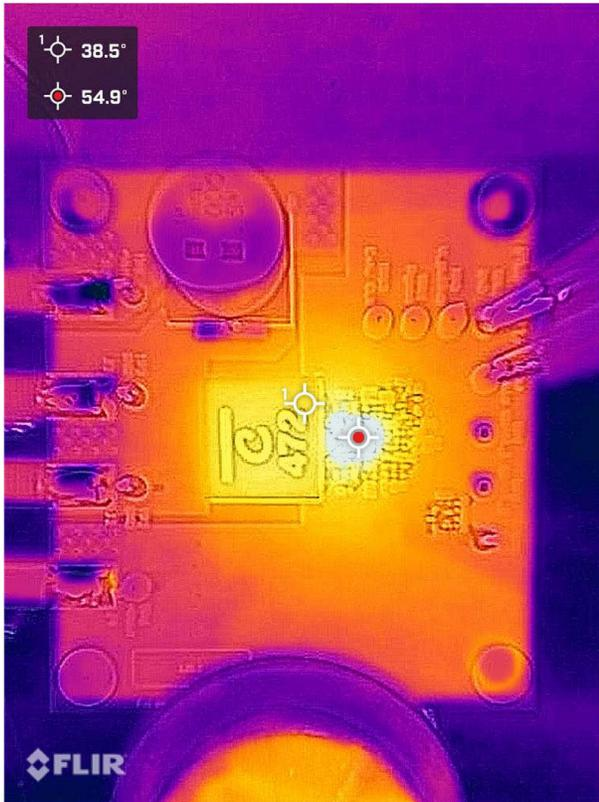
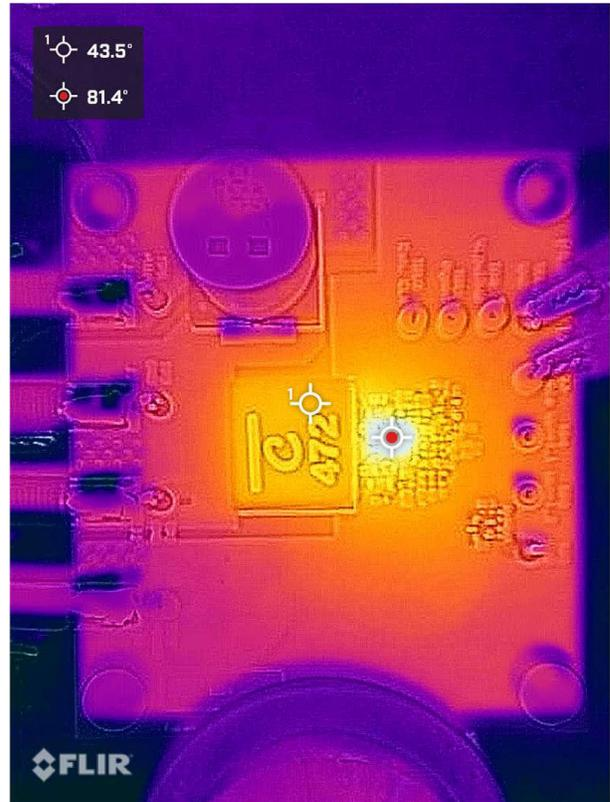

图 4-11.  $I_{OUT} = -2.7\text{A}$  时的热结果
图 4-12.  $I_{OUT} = -4\text{A}$  时的热结果
如 LM61495 数据表中所述，允许的最高 IC 结温为  $150^{\circ}\text{C}$ 。要计算不同条件下的 IC 温度，请将 LM61495 器件的功率损耗乘以 PMP23333 PCB 的  $\theta_{JA}$ ，然后将该值与环境温度相加。由于 PMP23333 没有指定 PCB 的  $\theta_{JA}$ ，因此我们可以通过检查实际效率和热结果来估算  $\theta_{JA}$ 。图 4-11 和图 4-12 展示了  $V_{IN} = 12\text{V}$ 、 $V_{OUT} = -8\text{V}$  时  $-2.7\text{A}$ 、 $-4\text{A}$  条件下的热结果。尽管可以如节 4.2 中所述使用更高负载，但德州仪器 (TI) 建议不要在 PMP23333 设计中将负载增加到超过  $-4\text{A}$ ，因为 IC 温度可能会变得过高。